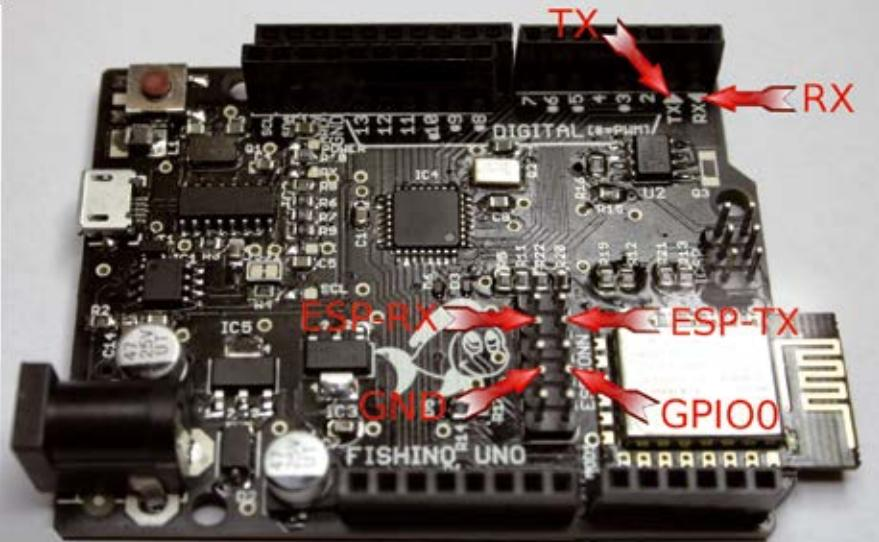

Fig. 1
2. Collegare il TX di Fishino con la porta ESP-TX sul connettore ESP, e l'RX di Fishino con la porta ESP-RX sul connettore ESP (vedere Fig. 1).
3. Collegare GPIO0 a massa tramite un cavo o un ponticello sempre sul connettore ESP (Fig. 1). Collegare Fishino al PC (o premere il pulsante di RESET se già connesso);